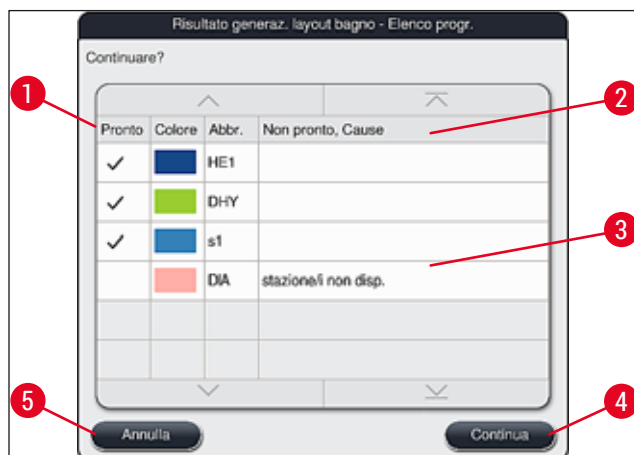

Fig. 52
- Se sono stati selezionati più programmi di quanti ne possono essere integrati nel layout del bagno, l'utente viene informato con la **schermata Risultato generaz. layout bagno** (→ "Fig. 52"). I programmi integrati con successo sono contrassegnati da una spunta nella colonna **Pronto** (→ "Fig. 52-1").